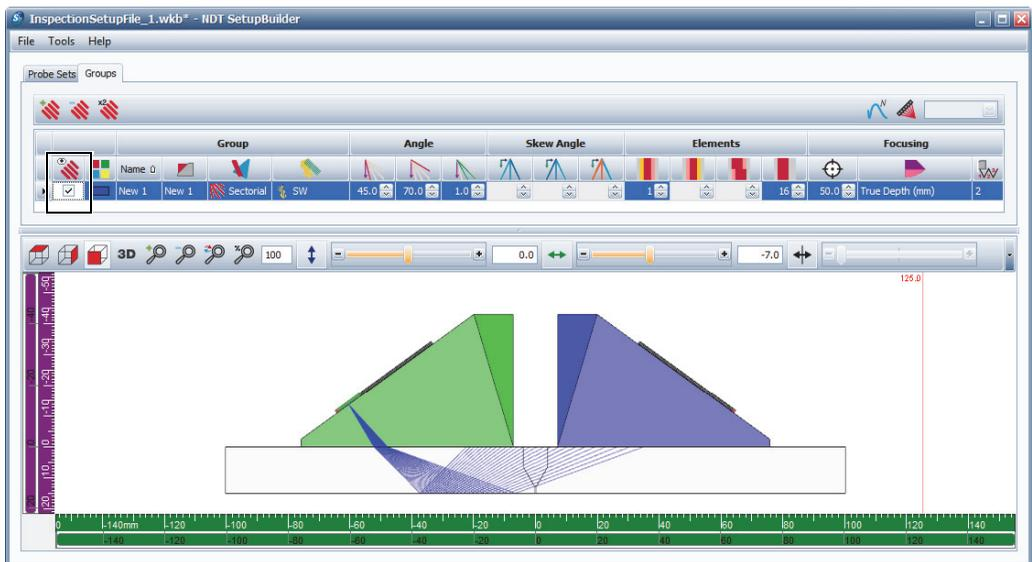

Рис. 10-9 Вкладка Группы с установленным флажком видимости группы (крайний левый столбец)
Во вкладке **Groups**, видимость группы может быть настроена отдельно от видимости ПЭП-призмы, с использованием флажка **Visible** (  ) слева от таблицы параметров (см. Рис. 10-9 на стр. 151). По умолчанию, группа видима сразу после ее создания.
1. Во вкладке **Groups** выберите из списка группу, для которой вы хотите настроить видимость (см. Рис. 10-9 на стр. 151).